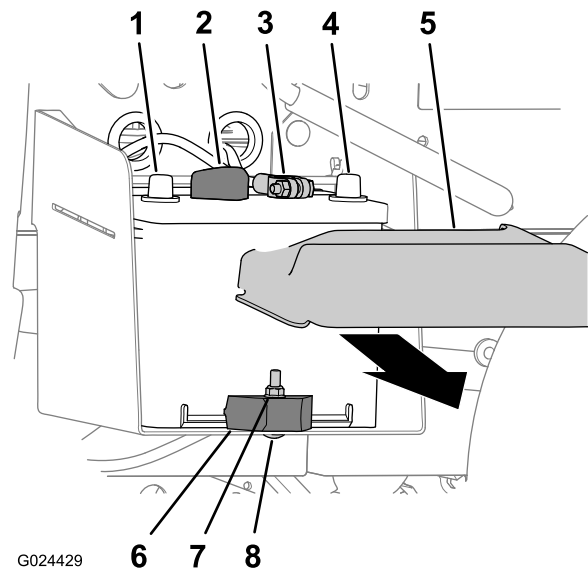

Figure 38
1. Appuyez de chaque côté du couvercle de la batterie et enlevez le couvercle en haut de la batterie (Figure 38).
2. Débranchez le câble positif de la borne de la batterie (Figure 38).
3. Débranchez le câble négatif de la borne de la batterie (Figure 38).
2. Retirez le contre-écrou, le boulon de carrosserie et la barrette qui fixent la batterie à son support (Figure 38).
3. Enlevez la batterie de son support (Figure 38).
1. Alignez la batterie sur son support sur la machine (Figure 38).
Remarque: Vérifiez que les bornes positive et négative de la batterie sont alignées comme montré à la Figure 38.
2. Fixez la batterie à son support au moyen de la barrette de maintien, du boulon de carrosserie et du contre-écrou (Figure 38).
1. Rebranchez le câble positif à la borne de la batterie (Figure 38).
2. Rebranchez le câble négatif à la borne de la batterie (Figure 38).
3. Reposez le couvercle au sommet de la batterie (Figure 38).